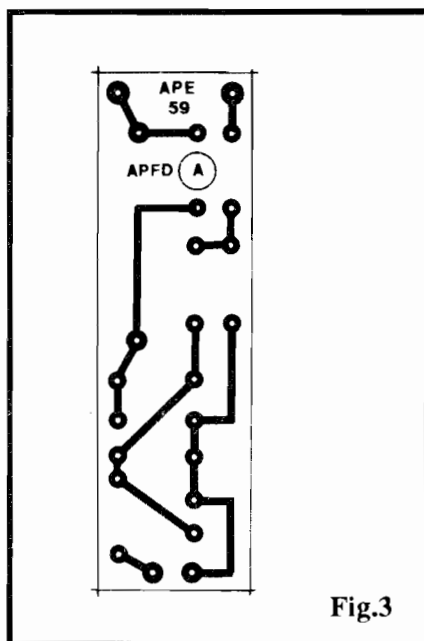

Fig.3
- FIG. 3 - LAY OUT DO CIRCUITO IMPRESSO - MÓDULO "A" - Uma pequena tira de fenolite é suficiente para a elaboração do Impresso específico para os módulos A... A figura mostra o